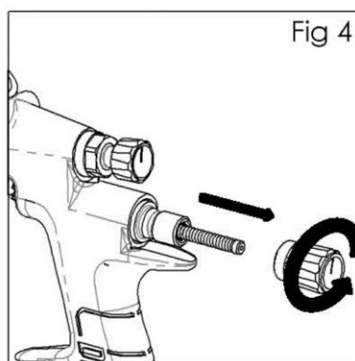

Fig 4
3. Quite la perilla de ajuste de líquido (28) y el resorte (29). (Ver Fig. 4)